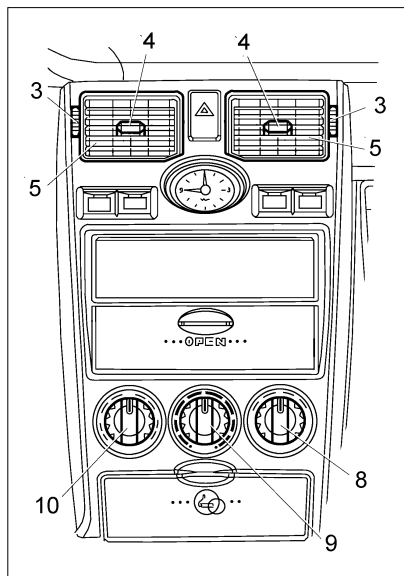

Рис. 41. Переключатели обогрева
- 8 – правый поворотный переключатель (рис. 41):
- регуляторами управления заслонками сопел 3 и ручками регулировки направления воздушного потока 4 (рис. 41) направить воздух в салон.
Для включения кондиционирования необходимо нажать на клавишу 6 (рис. 41а), при этом загорается контрольный индикатор, встроенный в клавишу переключателя.
1 – центральные сопла вентиляции (рис. 41а);
Рис. 41а. Органы управления
Направление потока воздуха регулируется ручками 3 (рис. 41а) направляющих лопаток центральных сопел путем изменения положения заслонок вверх или вниз, а регуляторами 2 управления заслонками сопел поток воздуха открывается или перекрывается полностью.
В зависимости от положения температурного переключателя 9 (рис. 41а) через сопла вентиляции обеспечивается поступление в салон холодного или подогретого воздуха. Для увеличения притока свежего воздуха рекомендуется включить электровентилятор отопителя рукояткой 5 управления скоростью потока воздуха и установить рукоятку 7 управления направлением потока воздуха в положение  – «вентиляция салона».